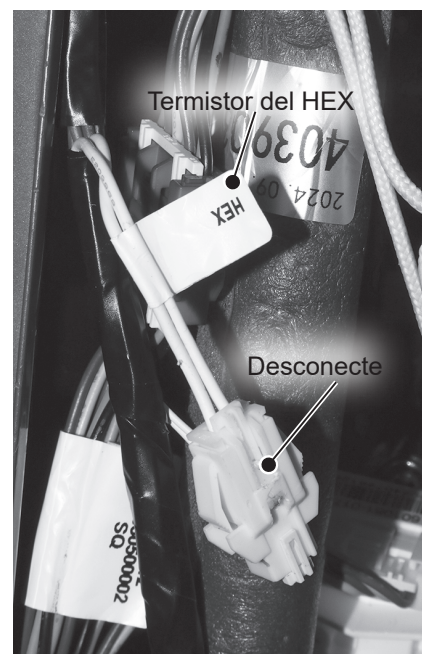

Figura 43 - Desconexión del termistor del HEX
- 21** Ubique el mazo de cables del termistor del HEX y desconéctelo. Consulte la Figura 43.